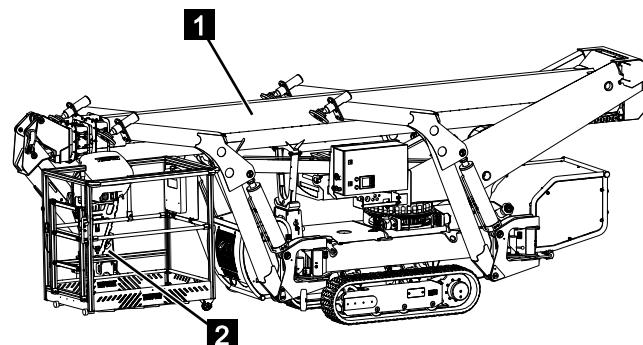

Abb. 141
- Teleskoparm (Abb.141/1) befindet sich in der Transportauflage.
- Arbeitskorb (Abb.141/2) befindet sich in Transportstellung.